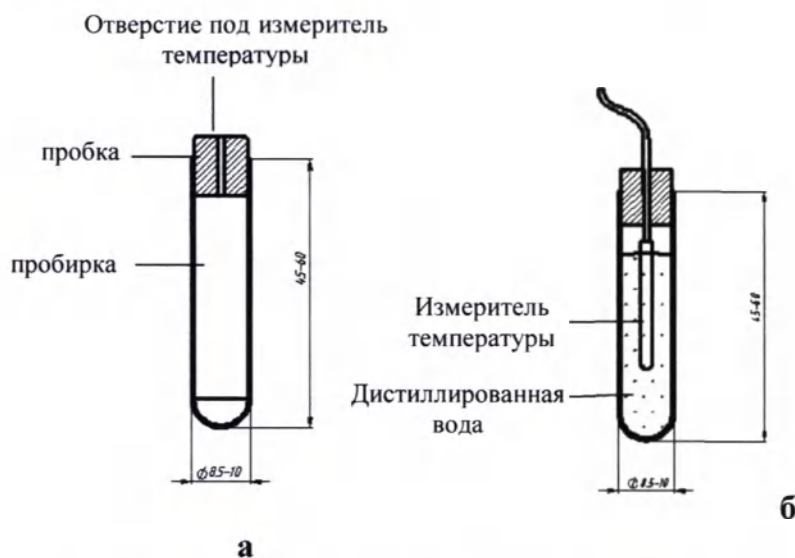

Рисунок 9 Макет пробирки для измерения температуры
- подготовить пустую пробирку и плотно закрывающую пробирку пробку с отверстием для измерителя температуры (Рис.9а);
- вставить измеритель температуры через отверстие в пробке, опустить в пробирку и закрыть пробирку пробкой (Рис.9б);